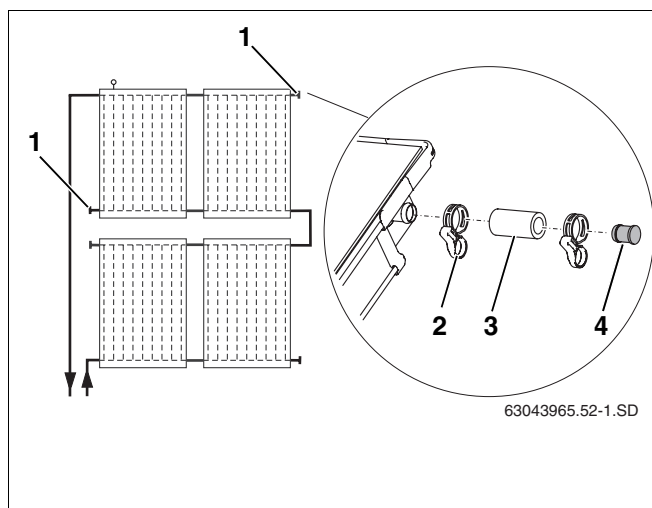

Fig. 59 Montage des bouchons pleins prémontés
Fermez les raccords de capteurs que vous n'utilisez pas à l'aide des bouchons pleins (fig. 59, **pos. 1**).
- Insérer les tubes solaires 55 mm (fig. 59, **pos. 3**) avec les bouchons pleins prémontés sur les deux raccords libres.